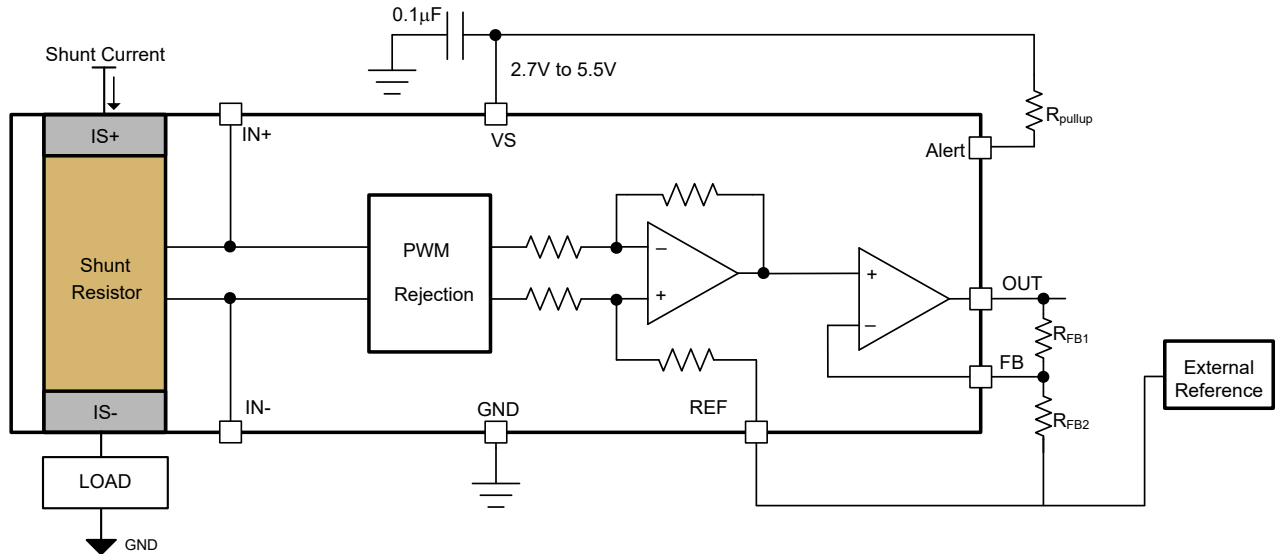

図 6-8. 外部抵抗分割器による調整可能なゲイン設定
INA750x-Q1 は、2 つの外付け抵抗ネットワークでゲインを調整可能です。デフォルトのゲインは 40mV/A であり、外付けの可変ゲイン抵抗ネットワークを追加することで、総ゲイン (G) は最大 800mV/A の範囲に対応できます。図 6-8 に、外付けゲインを追加するように構成された 2 つの外付け抵抗 R_{FB1} および R_{FB2} を示します。式 2 は外部可変ゲインの計算に使用でき、式 3 は外付け可変ゲインでのシステムの合計ゲインを示します。リファレンスピンによる出力の調整に示すように、REF ピンと抵抗 R_{FB2} の一方の端は、OUT ピンで必要な電圧に基づいて、外部リファレンスに接続されています。